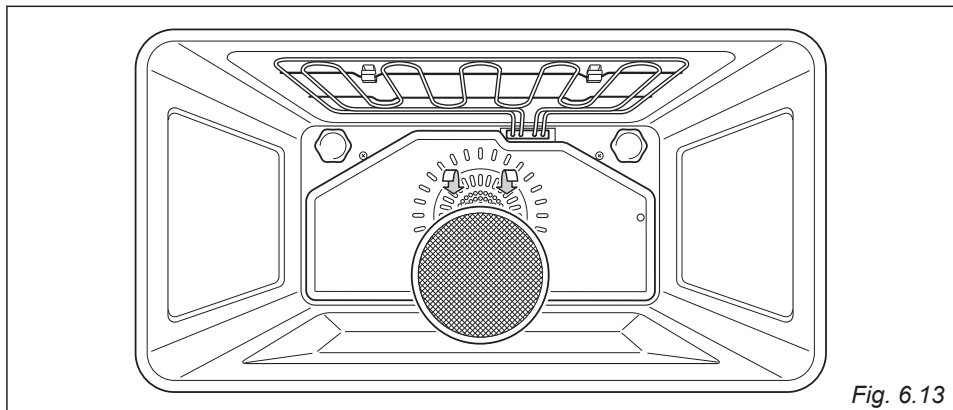

Fig. 6.13
L'arrière du four est muni d'un écran spécial pour absorber les particules de graisse, surtout lorsqu'on fait rôtir des viandes (fig. 6.13).
- Le filtre est accroché à la paroi postérieure du four comme illustré sur la figure 6.13.